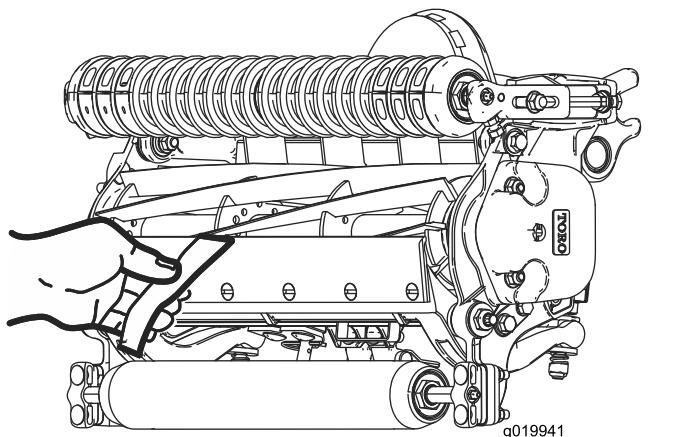

Figure 18
- Contrôlez la performance de coupe en insérant une longue bande de papier de performance de coupe (réf. Toro 125-5610) entre le cylindre et la contre-lame, perpendiculairement à la contre-lame (Figure 18). Faites tourner **lentement** le cylindre en avant ; il devrait couper le papier.